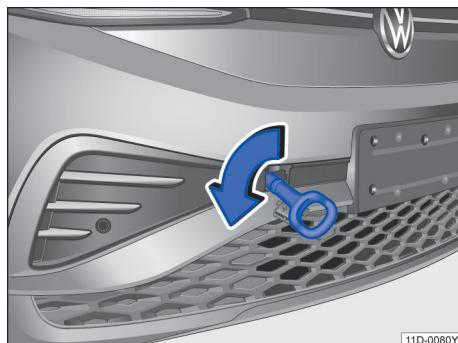

图 151 安装牵引环
- 将牵引环朝箭头方向拧入螺纹孔内，直到限位位置→图 151。